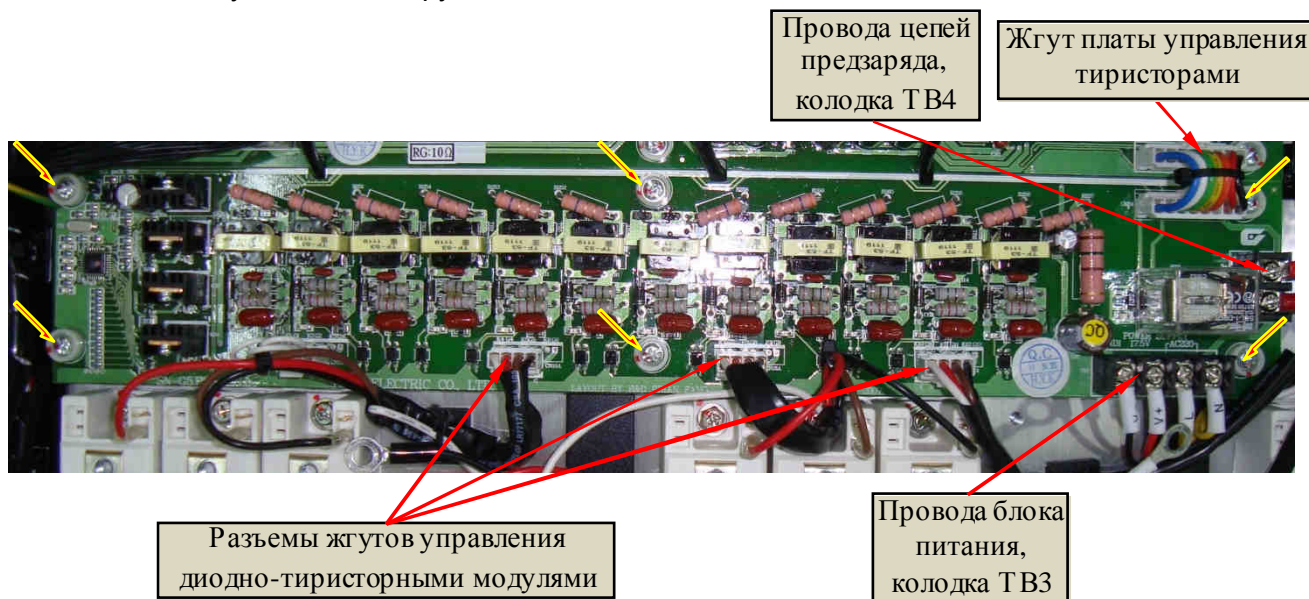

Рис. 6.28.
6.14.1. Отсоединить на плате управления тиристорами разъемы всех жгутов, отсоединить провода цепи предзаряда, выкрутив 2 винта на клеммной колодке ТВ4, отсоединить провода блока питания, выкрутив 4 винта на клеммной колодке ТВ3 (рис. 6.28).